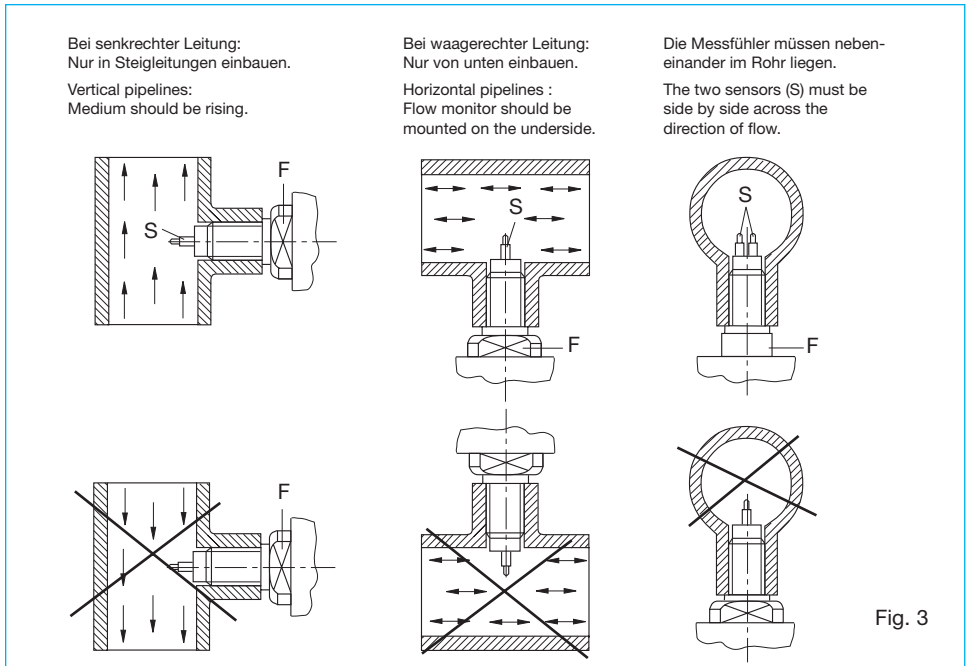
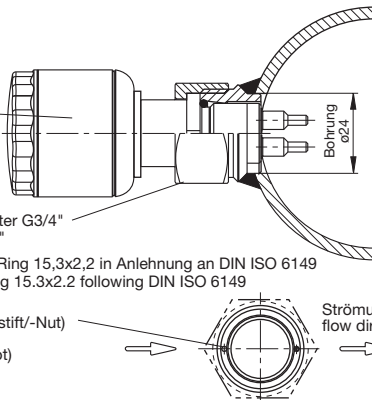

Fig. 3
Fig. 5
- 2 Den Einbauort des Strömungswächters wie folgt wählen (siehe Fig. 3):
- 2 For best performance the flow monitor should be installed in the pipeline in accordance with the following conditions (see fig. 3).
- 3 Messkopf mit Rohrfitting vergleichen und überprüfen, ob die beiden Messfühler (S) im eingebauten Zustand im Strömungsmedium liegen (siehe Fig. 3), ohne den Rohrleitungsquerschnitt wesentlich zu verringern.
- 3 The flow monitor should be screwed into the pipeline far enough to ensure that the sensors (S) are positioned fully in the flow stream (see fig. 3). However, care should also be taken that the sensor is not screwed in too far, thus causing an undue restriction in the pipe bore.
- Die beiden Messfühler (S) müssen nebeneinander im Strömungsmedium liegen.
Dies ist der Fall, wenn die Schlüsselansatzflächen (F) parallel zur Rohrleitung stehen (Fig. 3) und die Markierung auf der Frontplatte mit der Strömungsrichtung übereinstimmt (Fig. 5).
- The two sensors (S) on the flow monitor must be aligned side by side directly across the direction of flow. The sensors are correctly positioned when the wrench flats (F) are aligned parallel with the pipeline (fig. 3) and when the marking on the front matches the flow direction (fig. 5).